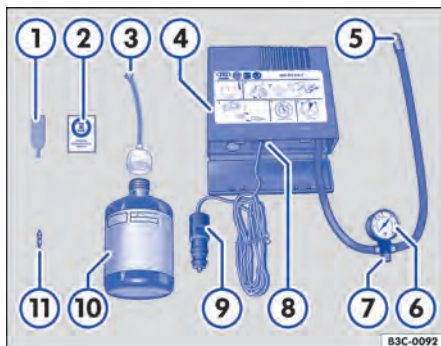

Fig. 283 Representação esquemática: componentes do kit de reparo dos pneus.
O kit de reparo pode se encontrar em diferentes lugares do veículo, por exemplo, no compartimento de bagagem, no porta-objetos lateral ou embaixo do assoalho do compartimento de bagagem. Ele é composto pelas seguintes peças → Fig. 283:
12. Colar a etiqueta adesiva → Fig. 283 ② do kit de reparo dos pneus no campo de visão do condutor no painel de instrumentos.
- Com a chave para remoção do elemento da válvula → Fig. 283 ①, desenroscar o elemento da válvula da válvula do pneu e colocá-lo sobre uma superfície limpa.
- Agitar a garrafa para enchimento dos pneus → Fig. 283 ⑩ algumas vezes com força.
- Rosquear a mangueira de enchimento → Fig. 283 ③ com firmeza no sentido horário sobre a garrafa para enchimento dos pneus. A película na tampa é perfurada automaticamente.
- Remover a vedação da tampa da mangueira de enchimento → Fig. 283 ③ e introduzir a extremidade aberta totalmente na válvula do pneu.
- Rosquear novamente o elemento da válvula com a chave para remoção do elemento da válvula → Fig. 283 ① na válvula do pneu.
- Rosquear a mangueira de enchimento dos pneus → Fig. 283 ⑤ do compressor de ar com firmeza na válvula do pneu.
- Verificar se o parafuso de sangria de ar → Fig. 283 ⑦ está fechado.
- Encaixar o conector do cabo → Fig. 283 ⑨ em uma tomada 12 V do veículo → Página 249.
- Ligar o compressor de ar com o interruptor LIGA-DESLIGA → Fig. 283 ⑧.
- Deixar o compressor de ar funcionar até atingir 2,0 – 2,5 bar (29 – 36 psi/200 – 250 kPa) → ⚠️. **Tempo de funcionamento: máximo oito minutos** → ⑪.
Reconectar a mangueira de enchimento dos pneus → Fig. 283 ⑤ e ler a pressão dos pneus no indicador da pressão dos pneus ⑥.